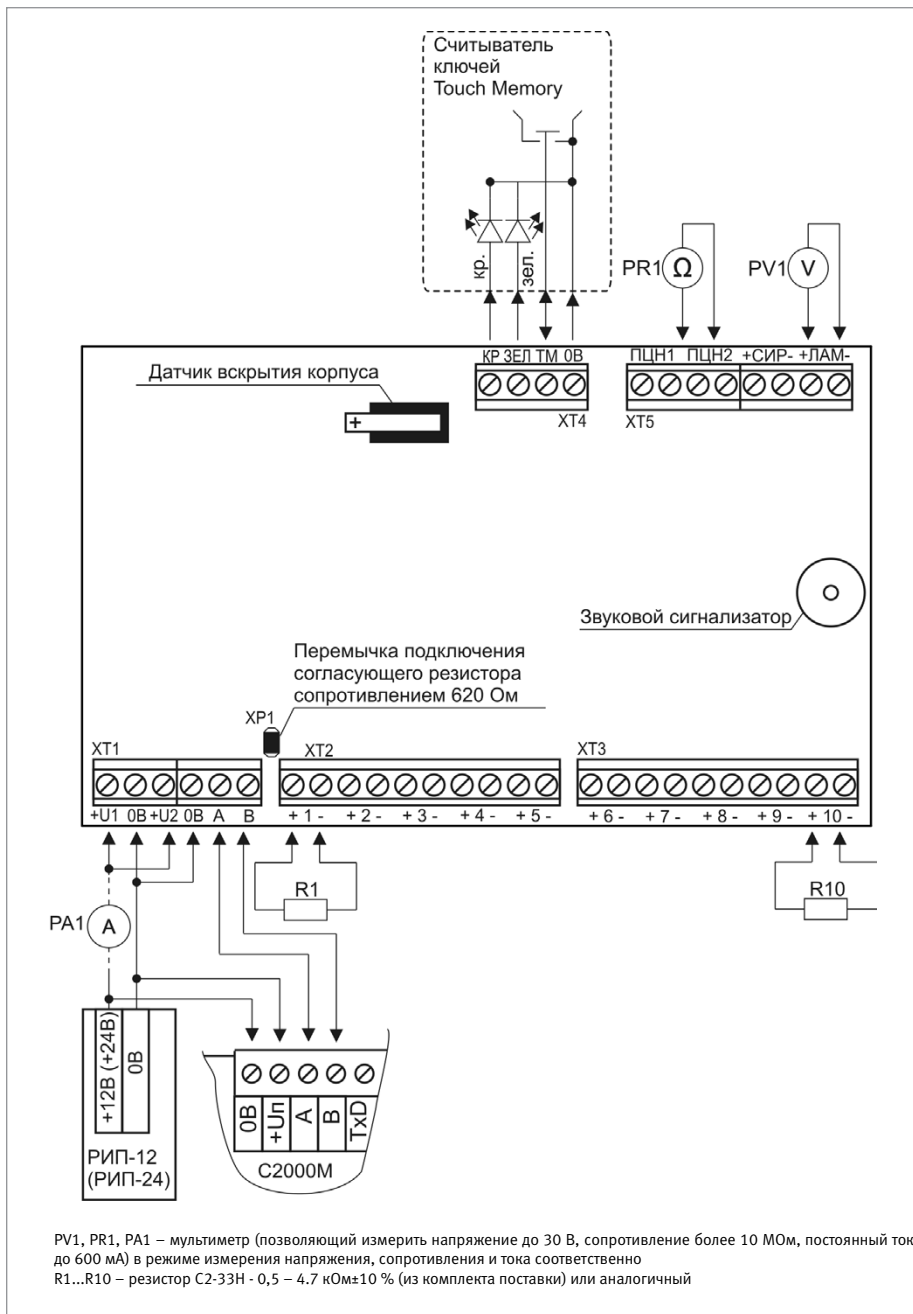

Рисунок 10. Схема подключения блока «Сигнал-10» при общей проверке
2.2. Подключите блок по схеме, приведенной на Рисунок 10.